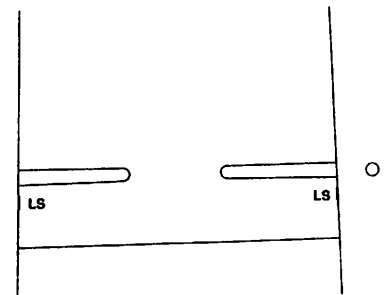

Abb. 5
2. Bei Standardpapier U.S. 8 1/2" X 11" schieben Sie beide Papierführungen so ein, dass deren Innenkanten mit den geraden Markierungen auf dem Zufahrtisch mit der Bezeichnung LS in einer Linie sind (siehe Abb. 5 für die Markierung). Bei A4 Papier richten Sie die Außenkanten der Papierführungen mit den geraden Markierungen mit der Bezeichnung A4 aus. Ziehen Sie beide Schraubzwingen an. (Beachte: Ziehen Sie die Schraubzwingen nicht zu stark an).